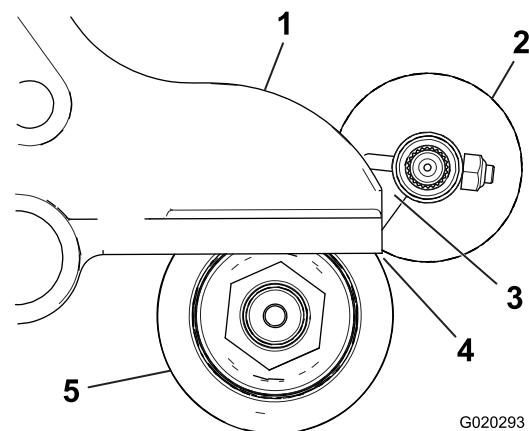

Figura 9
2. Posizionate la spazzola per rullo in modo che tocchi appena o si appoggi sul rullo posteriore (Figura 9).